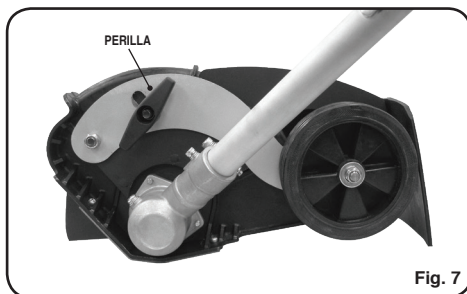

Fig. 7
- Aloje la perilla y gire el conjunto de ruedas hacia arriba o hacia abajo para regular la profundidad de corte de la hoja. Vuelva a ajustar la perilla antes de manejar la unidad. (Consulte la fig. 7)